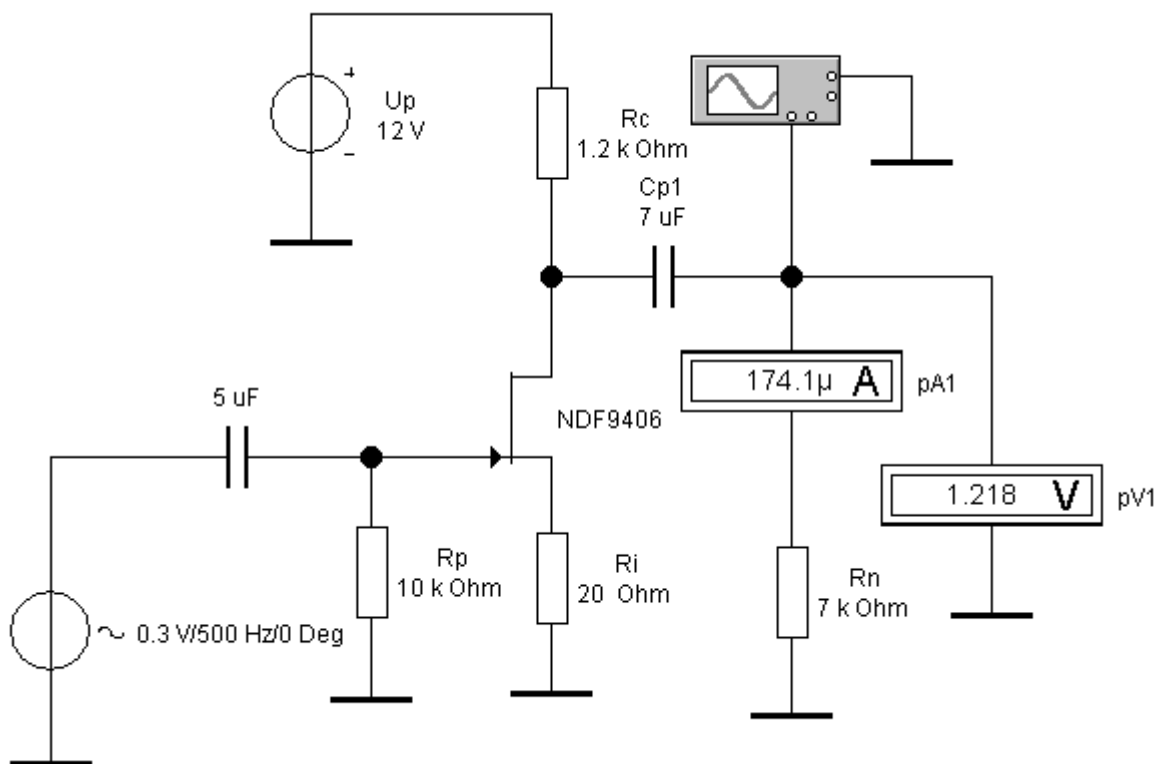

Рис. 3.5 Схема для исследования усилителя на переменном токе
4. Для проверки работы схемы на переменном токе следует выставить уровень входного напряжения так, чтобы осциллограмма выходного напряжения имела синусоидальную форму (см. рис. 3.5).